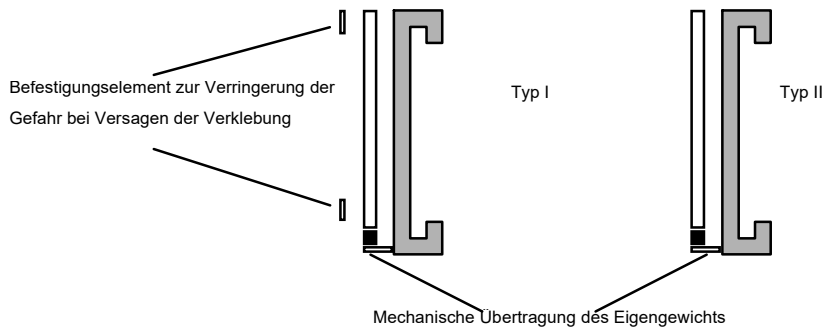

Bild 1: Schematische Darstellung der Typen I und II
- System 1 für Typ II nach Bild 1
- System 2+ für Typ I nach Bild 1